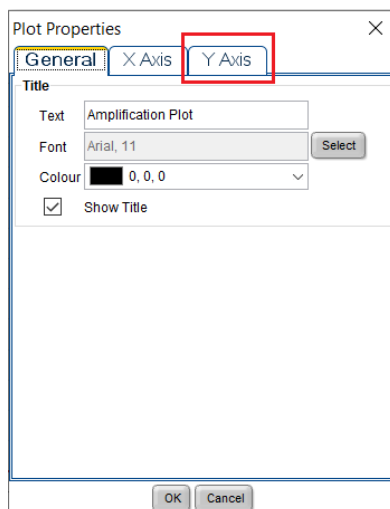

Рисунок 73
- В появившемся окне выбрать вкладку «Y-Axis» (рисунок 73).